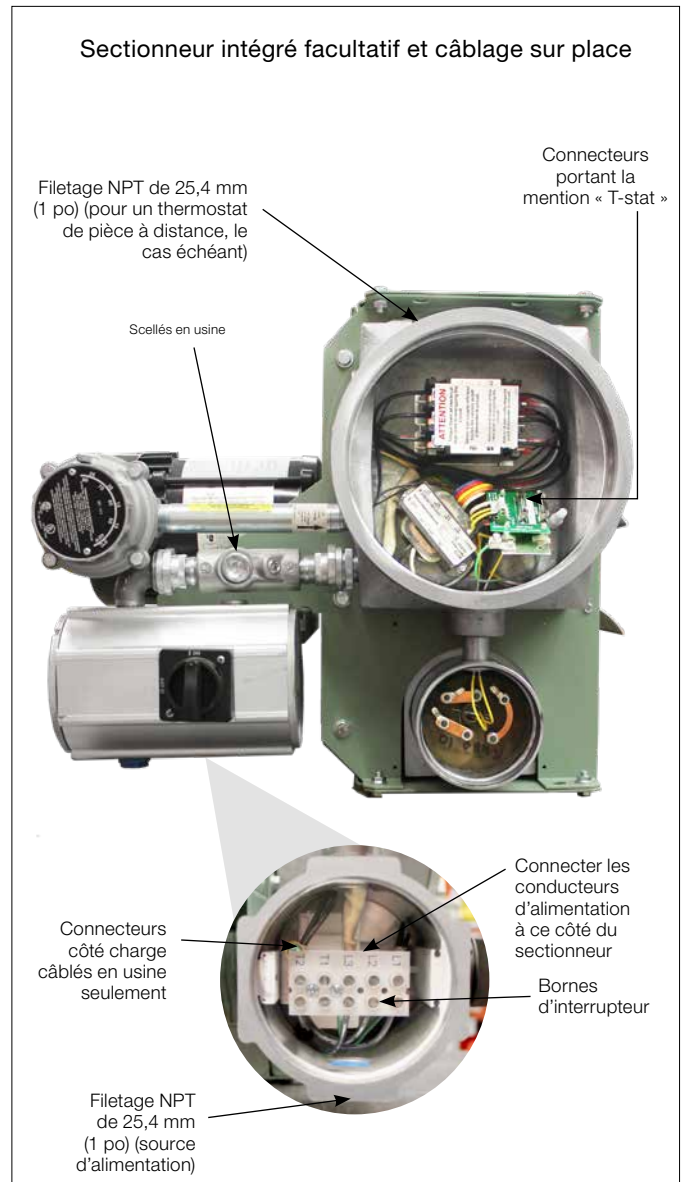

Figure 8
- 2.2 L'appareil peut être muni d'un thermostat de pièce intégré installé en usine (voir la figure 8 à la page 8). Pour les appareils non munis d'un tel thermostat, il est recommandé d'utiliser un thermostat de pièce à distance. Connecter les conducteurs du thermostat de pièce à distance au connecteur de la carte de circuit imprimé portant la mention « TSTAT ». Tout thermostat utilisé avec cet appareil de chauffage doit :
2.3 L'appareil peut être muni d'un sectionneur intégré installé en usine. (Voir la Figure 8, page 32)
- Les conducteurs d'alimentation électrique et de mise à la terre passent dans l'ouverture de filetage NPT de 25,4 mm (1 po) du connecteur du sectionneur (voir la Figure 8, page 32). Les conducteurs d'alimentation doivent être câblés au sectionneur. Le conducteur de mise à la terre doit être câblé à la patte de mise à la terre fixée dans le connecteur du sectionneur.
- Si applicable, les conducteurs du thermostat de pièce à distance passent dans l'ouverture de filetage NPT de 25,4 mm (1 po) (voir la Figure 8, page 32) et doivent être câblés aux connecteurs de la carte de circuit imprimé portant la mention « T'STAT ».